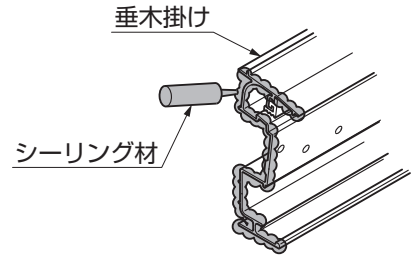

図3-2 垂木掛けのシーリング
- ② 垂木掛け連結部分にシーリングをしてください。(図3-2参照)